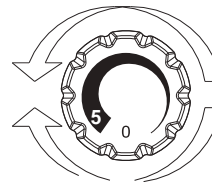

Fig. 2
- La regolazione della temperatura per entrambi i comparti si effettua ruotando la manopola del termostato (Fig. 2). Selezionare la posizione desiderata: